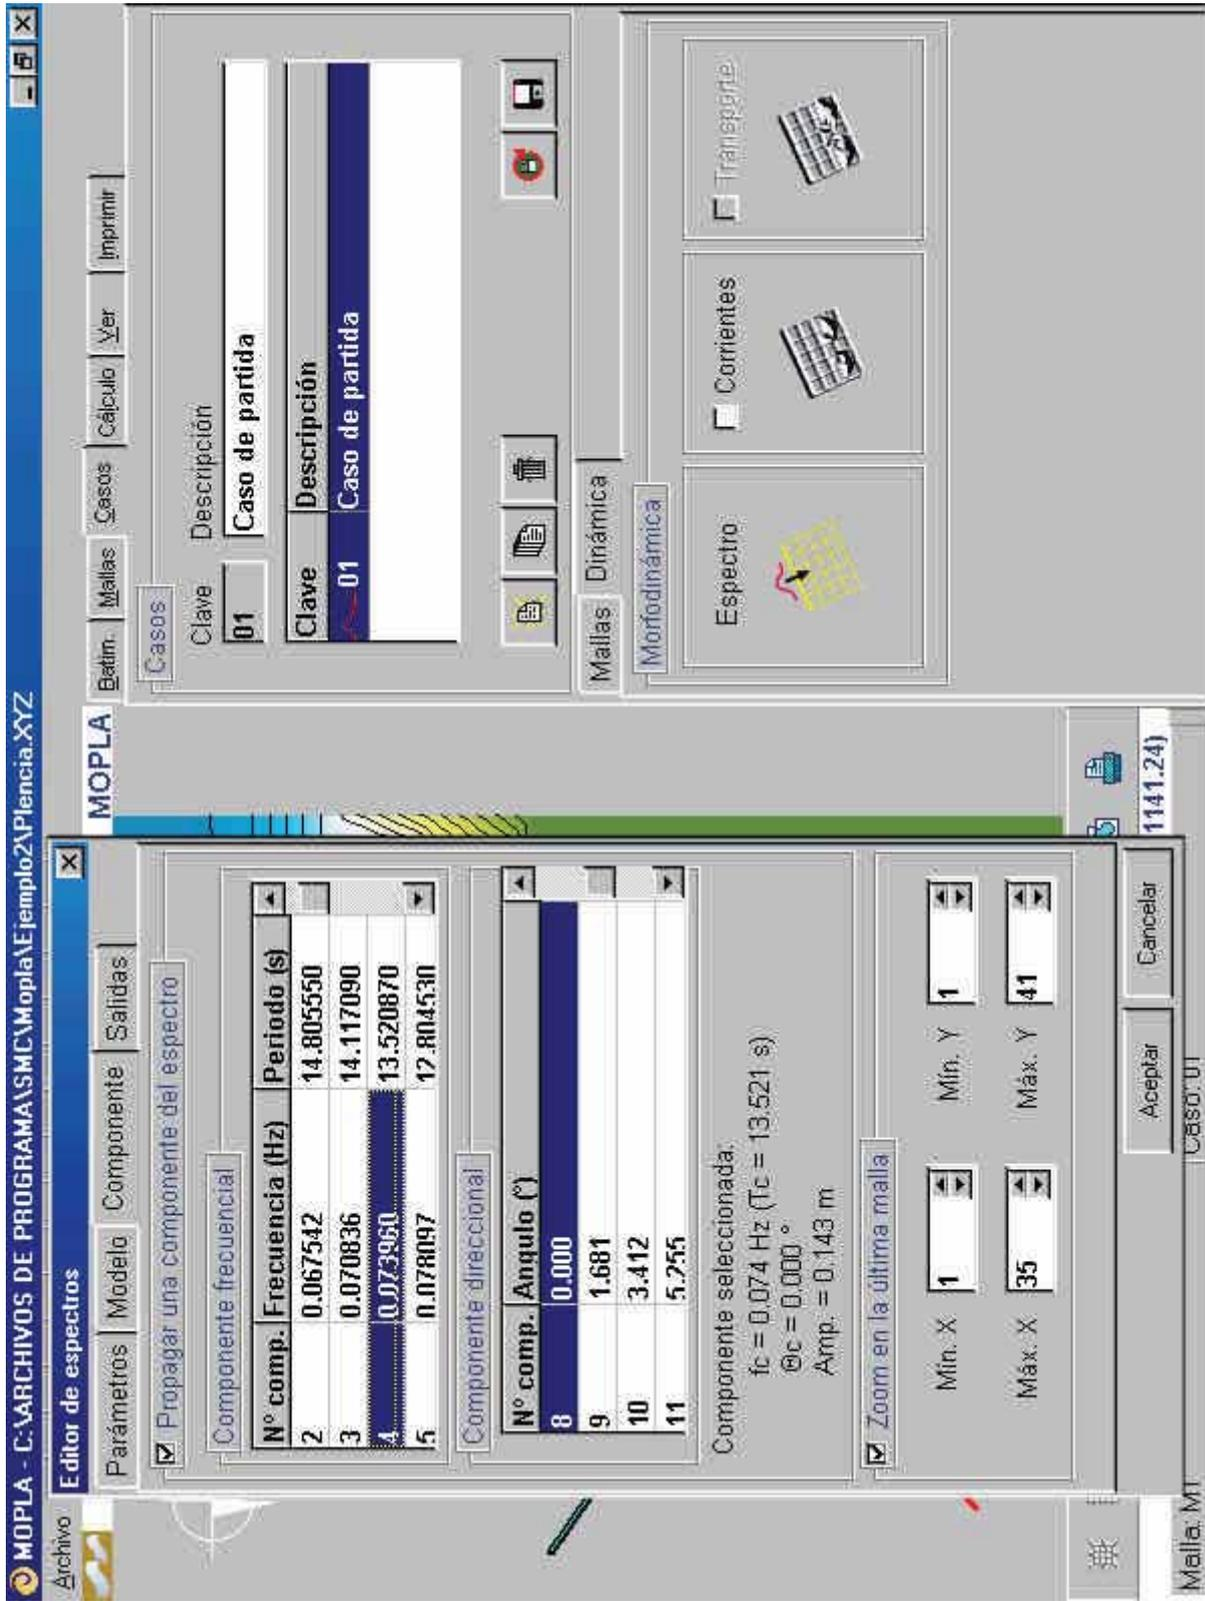

Figura 5.63
□ SUBPÁGINA DE *Componente* (ver figura 5.63). En esta subpágina se permite la opción de seleccionar una de las componentes de energía, con el fin de poder visualizar su propagación.